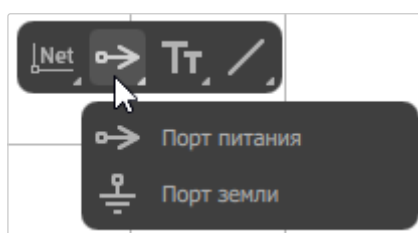

Рисунок 60. Инструменты «Порт питания» и «Порт земли» на панели инструментов
- 2) В раскрывшемся списке выбрать инструмент «Порт питания» или «Порт земли» (см. рисунок 60).